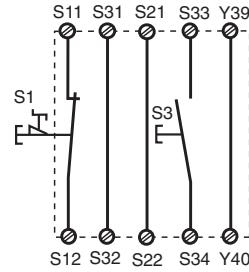

Fig. 3: Circuito de entrada monocanal, rearne supervisado/Circuito di ingresso monocanale, start controllato/Eenkanalig ingangscircuit, bewaakte start
- Fig. 3, 4 y 5, 6:
- Fig. 3, 4 en 5, 6: